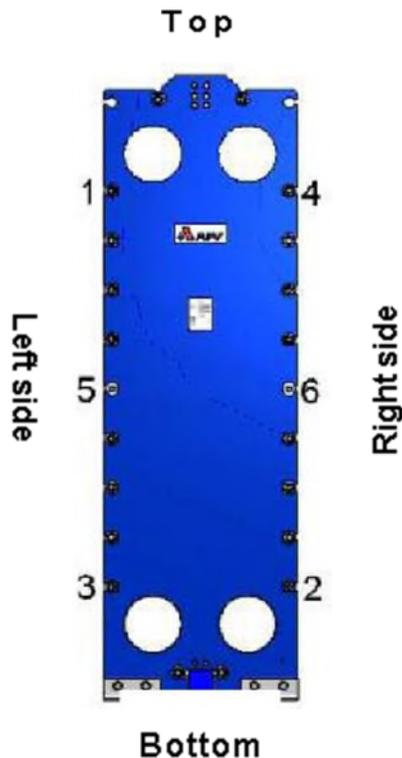

Abbildung 41: Nummerierung der Zugstangen
- 1) Vergewissern Sie sich, dass die Schritte zum Einbau der Platte (Abschnitt 9.4) und zum Einbau der Ankerstäbe (Abschnitt 9.5) abgeschlossen sind. Installieren Sie die Holme 1 bis 4, wenn der Abstand zwischen den Holmen 1 und 3 weniger als 1200 mm (4 ft.) beträgt, oder installieren Sie die Holme 1 bis 6, wenn der Abstand zwischen den Holmen 1 und 3 mehr als 1200 mm (4 ft.) beträgt (**Abbildung 41**).